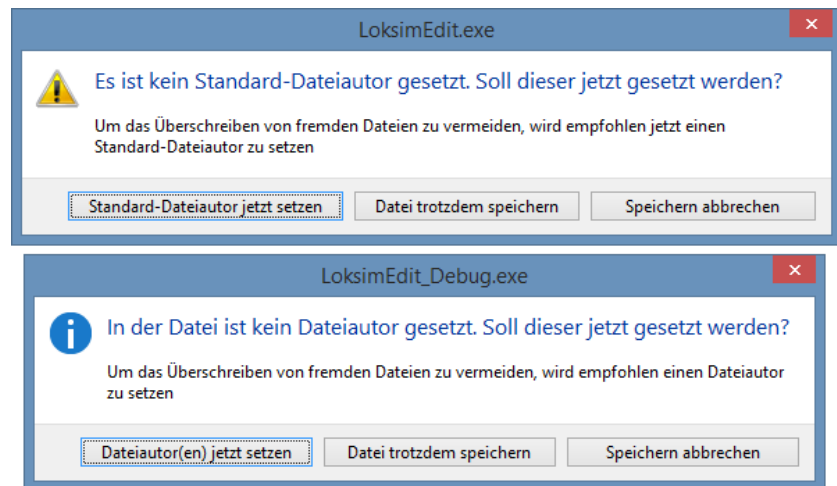

Abbildung 9.1: Fehlermeldungen beim Speichern von Dateien ohne eingetragenen Standardersteller (oben) bzw. ohne eingetragenen Dateiautor (unten)
- Wird eine Datei gespeichert ohne, dass ein Standard Ersteller in den Optionen eingetragen ist, wird eine Warnung angezeigt (Abbildung 9.1 auf der nächsten Seite)
- Es wird eine Warnung angezeigt, falls versucht wird eine Datei ohne gesetztem Dateiautor zu speichern (Abbildung 9.1 auf der nächsten Seite)